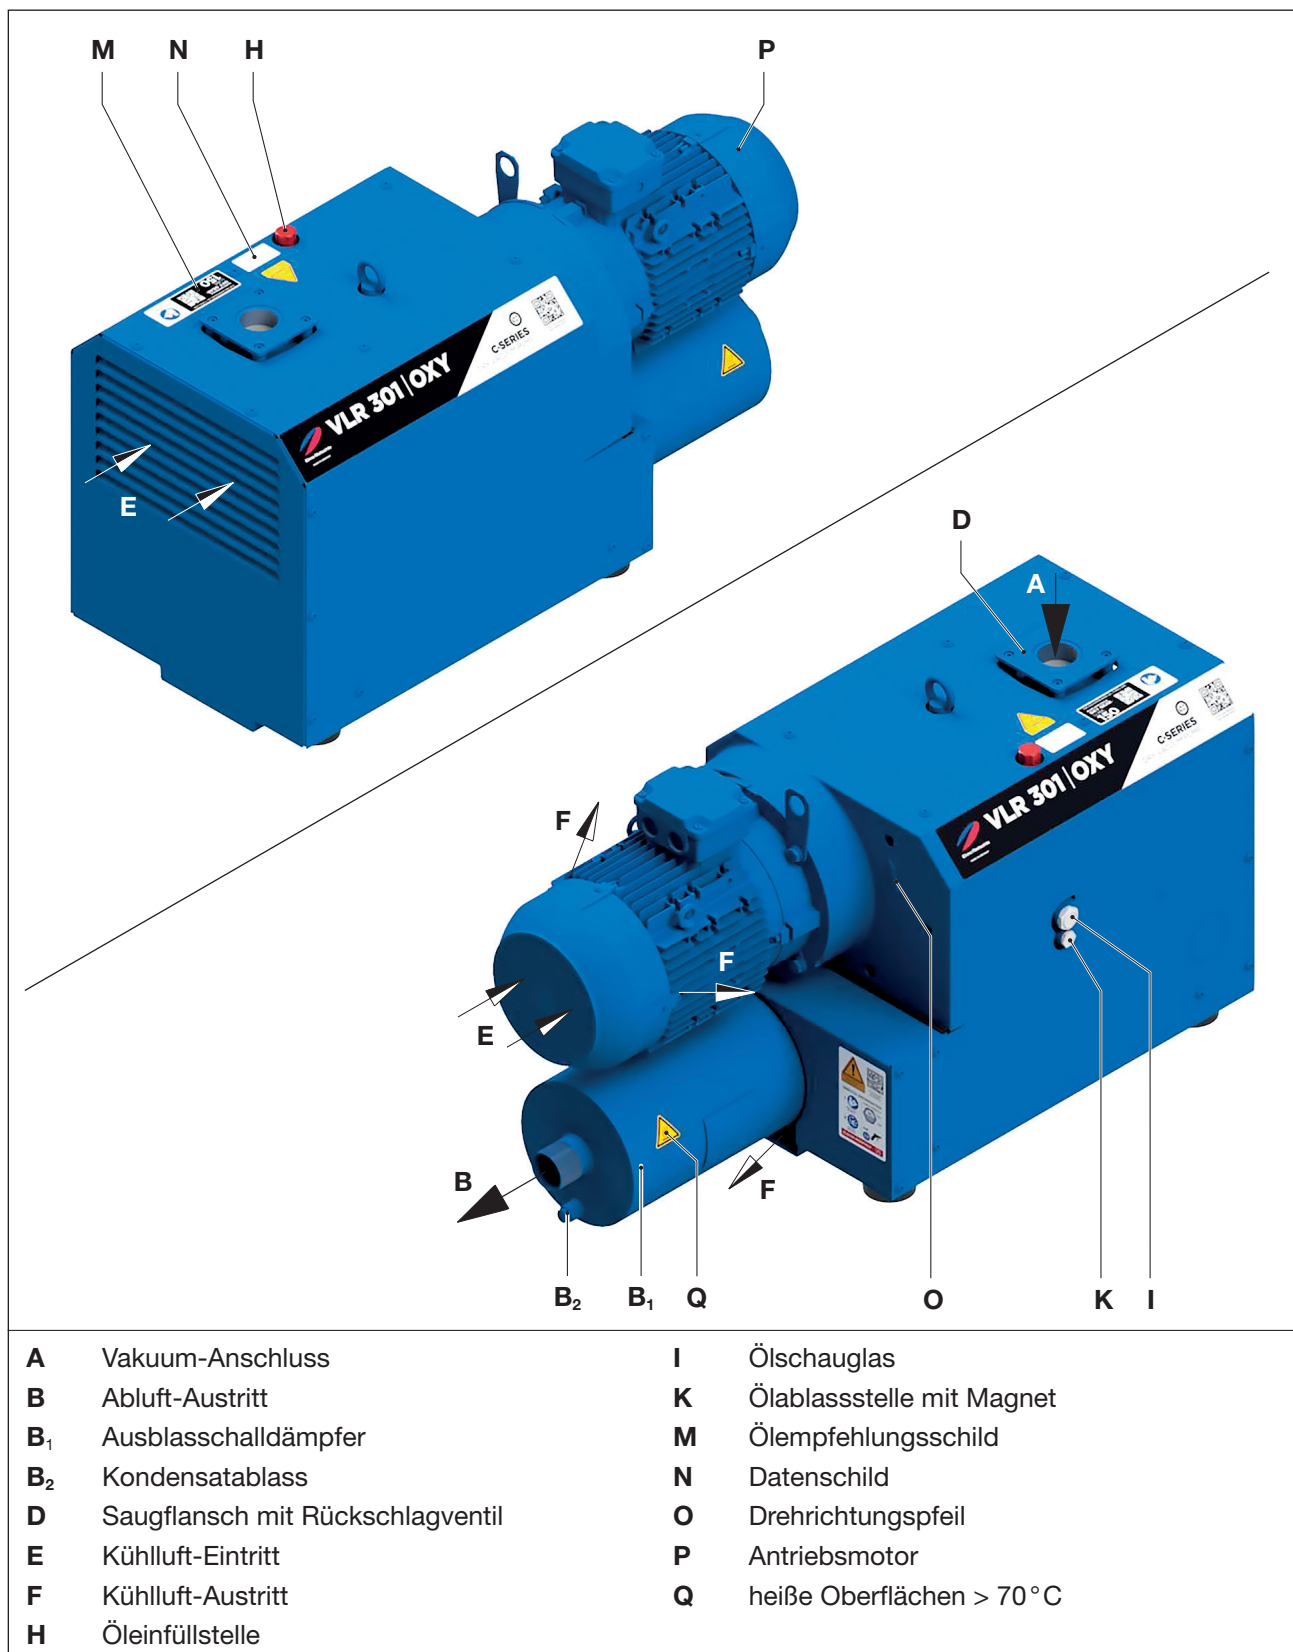

Abb. 2 Vakuumpumpe C-VLR 301 OXY
Die C-VLR 301 ist durch eine Dämmhaube gekapselt. Um die Verdichtungswärme abzuführen, wird die Kühlluft mit Hilfe eines Trommellüfters, welcher die frische Kühlluft (Abb. 2/E) ansaugt und die erwärmte Luft am Kühlluftaustritt (Abb. 2/F) ausbläst, zwischen dem Verdichter und der Haube hindurchgesaugt. Der Antrieb erfolgt über eine Kupplung durch einen angeflanschte Drehstrom-Normmotor.
Die C-VLR 301 hat saugseitig einen Anschlussflansch und druckseitig einen Ausblasschalldämpfer (Abb. 2/B₁). Die angesaugte Luft wird durch einen Siebfilter gereinigt. Ein integriertes Rückschlagventil verhindert ein Belüften des evakuierten Systems nach dem Abstellen der Pumpe. Ein Vakuumbegrenzungsventil ist in der Maschine integriert.
- Öl-Einfüllstelle (Abb. 2/H), Öl-Schaugläser (Abb. 2/I) und Öl-Ablässe (Abb. 2/K) müssen leicht zugänglich sein.
- a) Blindstopfen/Klebefolie am Vakuumanschluss (Abb. 2/A) und Abluftaustritt (Abb. 2/B) entfernen.
- b) Rohrleitung an Saugflansch (Abb. 2/D) anschließen.
- c) Die abgesaugte Luft kann durch den Abluftaustritt (Abb. 2/B) am Ausblasschalldämpfer (Abb. 2/B₁) ausgeblasen oder mittels Schlauch- bzw. Rohrleitung weggeführt werden.